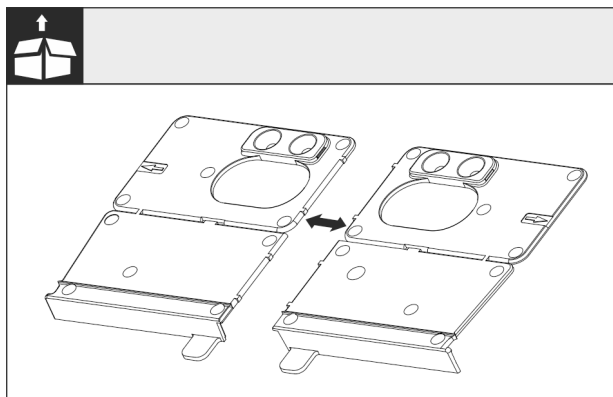

Fig. 24
- Válassza le a padló rögzítőelemét Fig. 24 () a perforációnál.